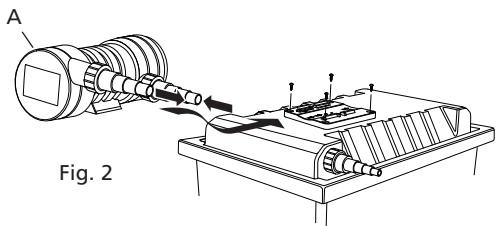
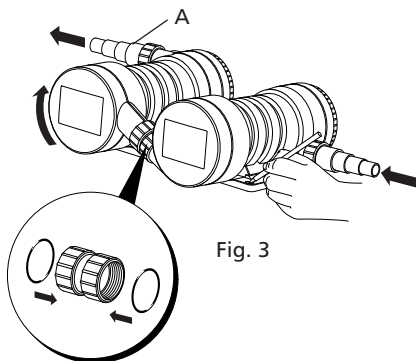

Fig. 2
Fig. 3
- 3.3 Aby zamontować urządzenie należy wpiąć wysuwaną podstawę z korpusu promiennika. Przy pomocy 4 odpowiednich wkrętów mocujących przysrubować podstawę do powierzchni montażowej (patrz rys. 2). Nasunąć ponownie korpus na podstawę. Modele łączone (Vorton 27000) wyposażone są w rurę łączącą (patrz rys. 3). W ilustrowanym przypadku należy przekreślić końce (jak przedstawiono na rysunku) i połączyć. Umieścić urządzenie w wybranym miejscu i używając ramek podstawy jako szablonu, zaznaczyć miejsce otworów.
Oba końce urządzenia dają się łatwo obracać, co ułatwia podłączenie wody. Wylot (A) powinien znajdować się na górze, aby zapobiec gromadzeniu się powietrza wewnątrz urządzenia (patrz rys. 2 i 3).